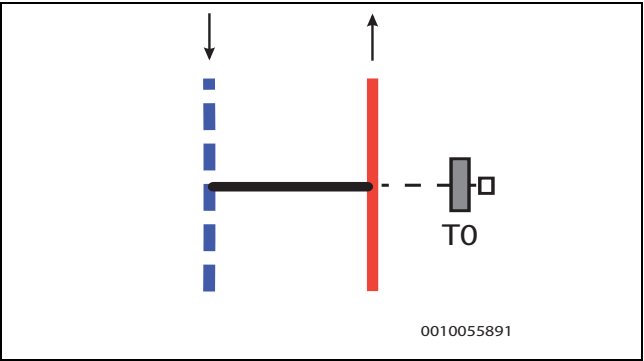

Fig. 28 By-pass, en forme droite
- La sonde de température de départ T0 est installée sur le raccordement départ du by-pass → Figure 28.